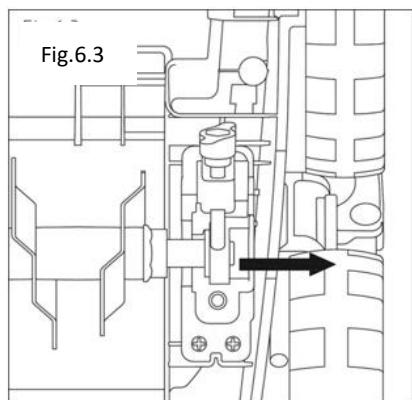

Fig.6.4
81. Uso del rodillo escarificador (Fig. 6.4)
- Tire del sistema de cuchillas original hacia arriba para separarlo de la carcasa de la máquina (Fig. 6.4).